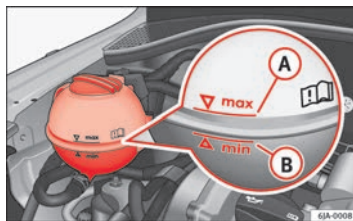

Abb. 126 Motorraum: Kühlmittelausgleichbehälter
⇒ Abb. 126.
- Prüfen Sie den Kühlmittelstand am Kühlmittelausgleichbehälter ⇒ **Abb. 126**. Der Kühlmittelstand muss bei kaltem Motor zwischen den Markierungen **B** (Min.) und **A** (Max.) liegen. Bei warmem Motor kann er auch etwas über der Markierung **A** (Max.) liegen.
- Legen Sie einen Lappen auf den Deckel des Kühlmittelausgleichbehälters ⇒ **Abb. 126** und schrauben Sie den Deckel **vorsichtig** ab.
Füllen Sie das Kühlmittel nicht über die Marke **A** (max.) ⇒ **Abb. 126** Überschüssiges Kühlmittel wird bei Erwärmung durch das Überdruckventil im Verschlussdeckel des Kühlmittelausgleichbehälters aus dem Kühlsystem gedrückt.